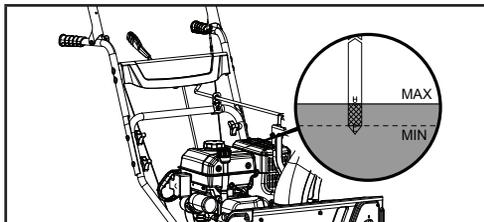

Figure 24
4. Tandis que le moteur est de niveau, remplissez le réservoir d'huile avec l'huile recommandée jusqu'au repère supérieur de la jauge (0W-30) (figure 24).